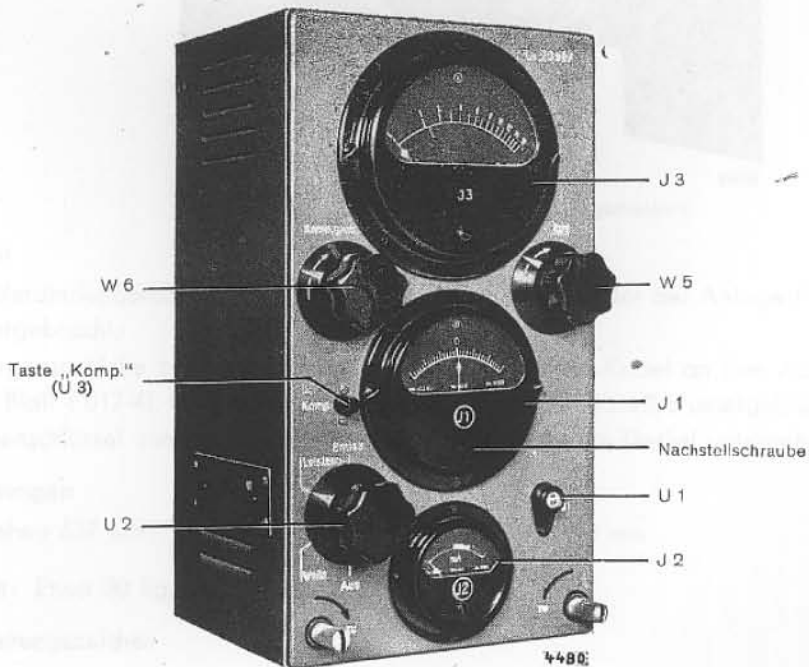

Abb. 3. Netz- und Meßteil
- b) Netz- und Meßteil (Abb. 3).